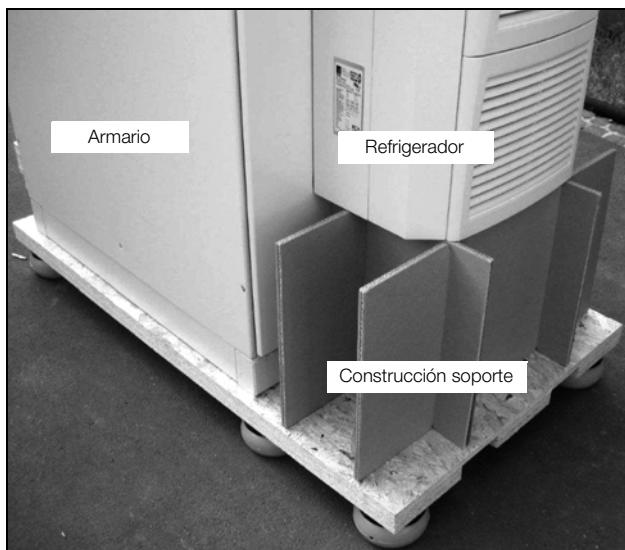

Imagen 1: Transporte de una combinación de armario-refrigerador
- Para el transporte de equipos ya instalados (en el armario) deben utilizarse seguros de transporte. Para ello puede utilizarse una construcción de por ej. vigas o tableros que sostengan el refrigerador y eviten la caída del equipo en caso de golpes (ver imagen 1). Para minimizar los momentos de vuelco debe utilizarse un palé suficientemente grande. Si el refrigerador se encuentra montado a una puerta, esta deberá permanecer cerrada durante el transporte.